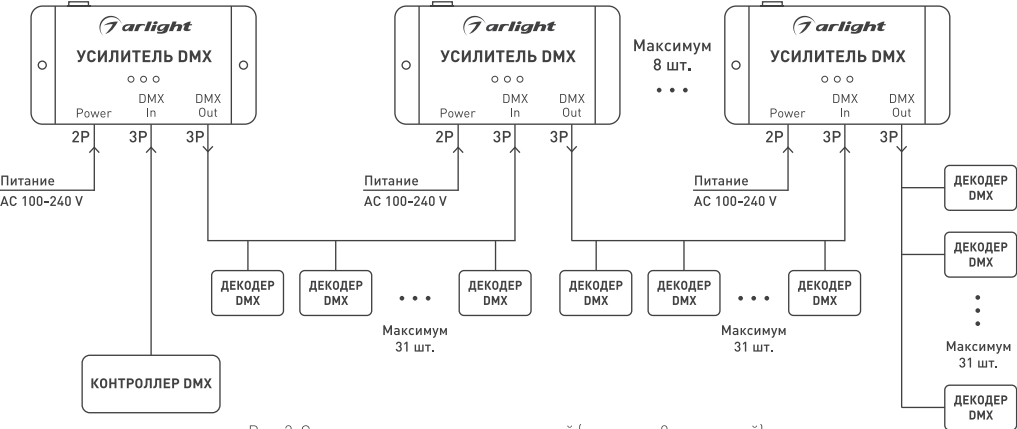

Рис. 2. Соединение нескольких усилителей (максимум 8 усилителей).
- 3.4. При подключении нескольких усилителей используйте схему, приведенную на Рис. 2.